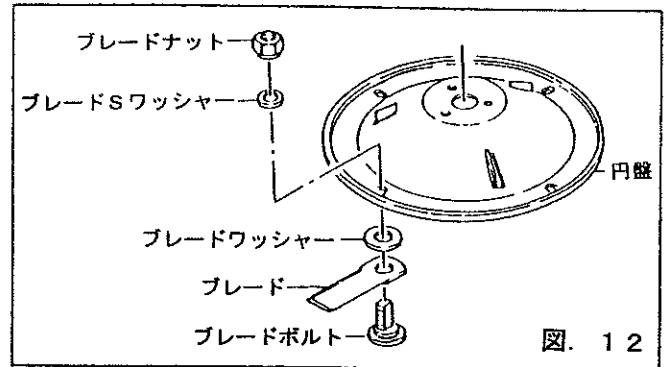

図. 12
- (3) 円盤を回らないように固定してブレードナットを緩め、(ブレードボルトは右ネジですので、左方向にブレードナットを回すと緩みます)ブレードを取り外します。
- (4) ブレードの取り付けの際には、各部品の組み込み忘れのないように、緩まないように確実に締め付けて下さい。(図. 12)